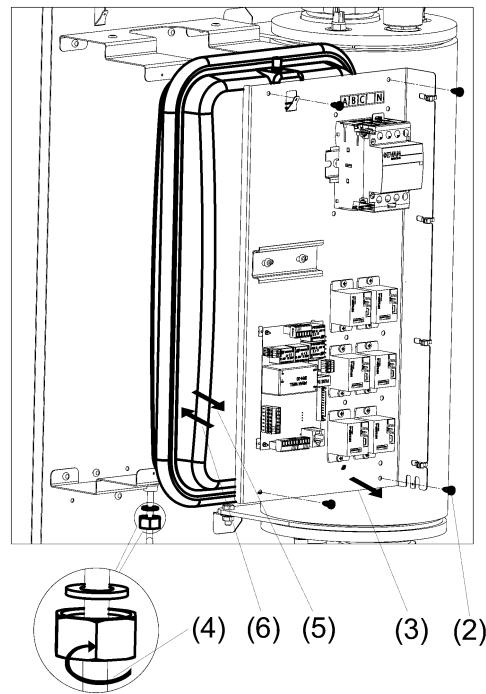

Рисунок 11. Замена расширительного бака
- (2) Открутите четыре самореза (см. рис. 11).
- (3) Снимите и уберите панель силовую с электрокомпонетами в сторону;
- (4) Открутите накидную гайку, соединяющую бак и трубопровод подачи теплоносителя.
- (5) Извлеките бак из корпуса прибора.
- (6) Установите новый бак взамен прежнего, используйте новую уплотнительную прокладку для накидной гайки.
- (7) Проверьте давление воздуха в расширительном баке. Давление воздуха должно быть в диапазоне (1,0÷1,5) bar. При необходимости отрегулируйте давление до нормы.
- (8) Закрутите накидную гайку соединяющую напорный трубопровод подачи и бак. Выполните проверку герметичности соединения.
- (9) Подсоедините провода к электрокомпонетам расположенных на панели силовой.